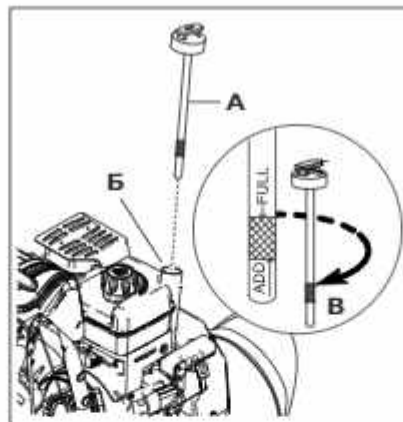

Рис. 18
3. Извлеките масляный щуп (рис. 18, поз. А). Используйте чистую ткань, чтобы удалить масло с щупа.
4. Вставьте масляный щуп и проверьте уровень масла. Убедитесь, что уровень масла находится на верхней отметке индикатора ЗАПОЛНЕНИЯ (рис. 18, поз. В).
5. Если уровень масла находится ниже отметки индикатора ЗАПОЛНЕНИЯ, то аккуратно влейте масло в маслналивную горловину двигателя (рис. 18, поз. Б). НЕ добавляйте слишком много масла в маслналивную горловину.